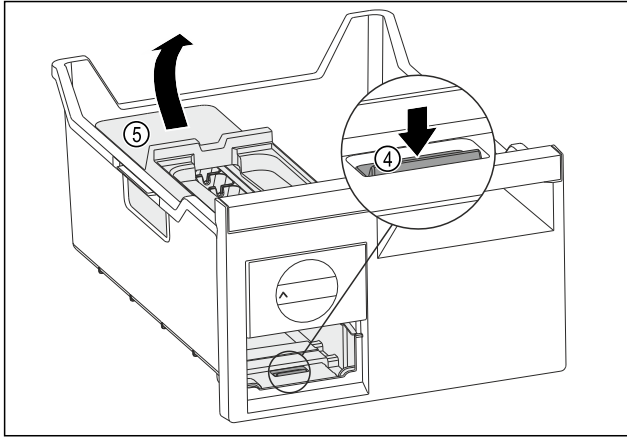

Fig. 120
- EasyTwist-Ice gövdesini çıkarın: Kulağı Fig. 120 (4) parmağınızla aşağı bastırın ve aynı anda diğer elinizle EasyTwist-Ice gövdesini Fig. 120 (5) arkadan kaldırın.